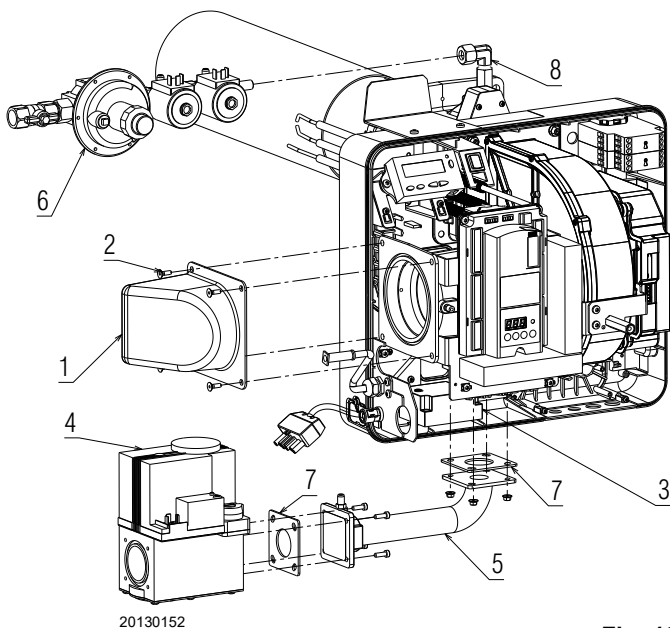

Fig. 18
- conectar los cables de alta tensión al transformador 3)(Fig. 18) y la conexión de la sonda de ionización al correspondiente cable que sale de la caja de control;
- fijar el grupo rampa 4)(Fig. 18) y el tubo de gas (5) con los tornillos, las tuercas y las arandelas que se suministran. Interponer las juntas 7) como se indica en la figura (Fig. 18).
- Ensamblar la rampa piloto suministrada 6)(Fig. 18);
- colocar la rampa piloto 6)(Fig. 18) en el racor 8) y apretar a tope la tuerca;
Atención a la presencia de la junta 7)(Fig. 18) y a la estanqueidad del gas.
Utilizar un sellador adecuado y controlar durante el funcionamiento la estanqueidad del gas y en especial el tubo 5)(Fig. 18).